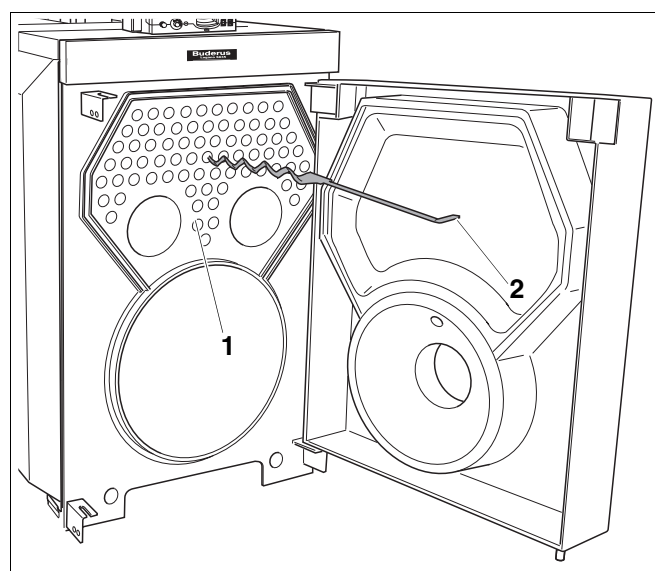

Fig. 50 Retirer les turbulateurs
- Retirer deux à trois turbulateurs (fig. 50, **pos. 2**) des tubes de fumées (fig. 50, **pos. 1**). Commencer avec les turbulateurs inférieurs.
Si la température des fumées est toujours trop faible, retirez d'autres turbulateurs (fig. 50, **pos. 2**) des tubes de fumées (fig. 50, **pos. 1**).
Si la température des fumées est trop élevée, replacer les turbulateurs (fig. 50, **pos. 2**) l'un après l'autre dans les tuyaux (fig. 50, **pos. 1**) jusqu'à ce que la température correcte soit atteinte.